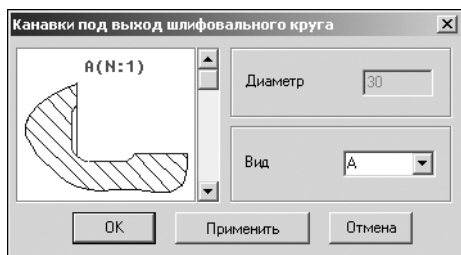

Рис. 4.6.
4. Укажите тип канавки **Под выход шлифовального круга** и щелкните левой клавишей мыши. Откроется окно, предназначенное для выбора вида канавки (рис. 4.6).